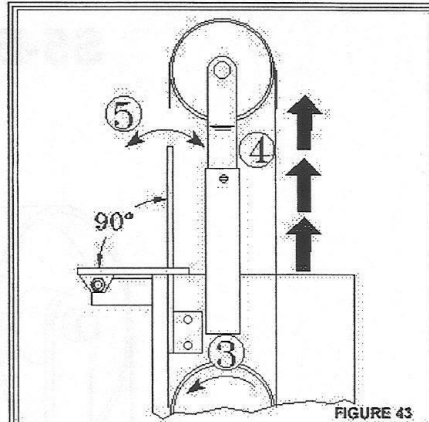

FIGURE 43
- 5) Placer le ressort dans le tube, insérer ensuite la fourchette (Fig.43(4)). Placer la courroie en s'assurant que son sens de rotation est correct : une flèche à l'endos de la courroie l'indique.
- 6) Ajuster le sabot (Fig.43(5)) dans une position perpendiculaire avec la table et de façon à ce que la courroie soit tendue.